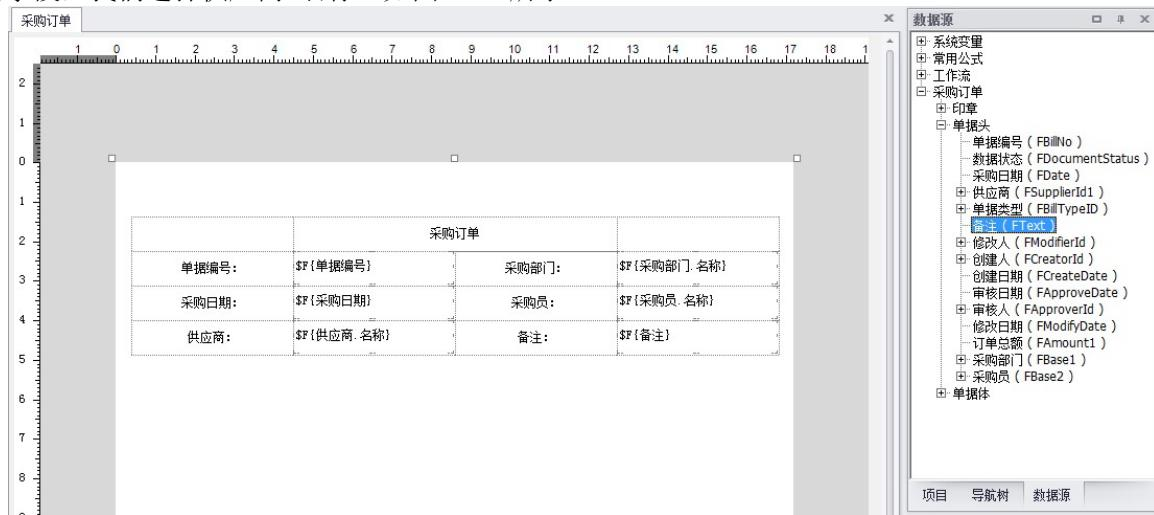

图 6-1-6 套打模板单据头字段绑定数据源
- 6、展开右侧窗口的数据源页签，展开采购订单单据头，鼠标点击字段数据源，拖放至设计区相应的文本内，实现数据源绑定，需要注意的是基础资料类字段数据源可以展开，选择相应的基础资料属性作为数据源，如供应商字段，我们选择供应商.名称。如图6-1-6所示。